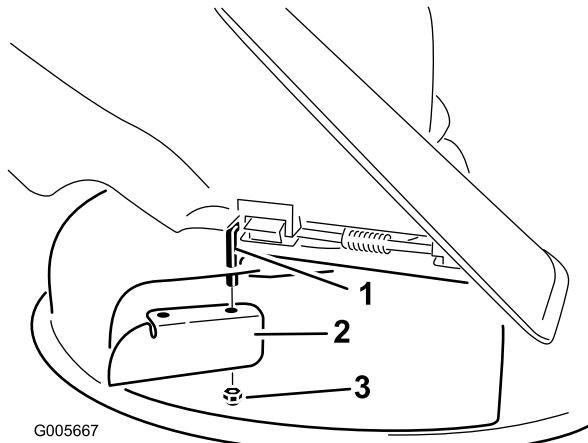

Bild 26
6. Montieren Sie das Versatzablenkblech an der frei liegenden Gelenkstange (Bild 26). Befestigen Sie das Ablenkblech mit der vorhandenen dünnen Mutter (3/8") am Mähwerk.
2. Nehmen Sie das Versatzablenkblech von der Maschine ab (Bild 26).